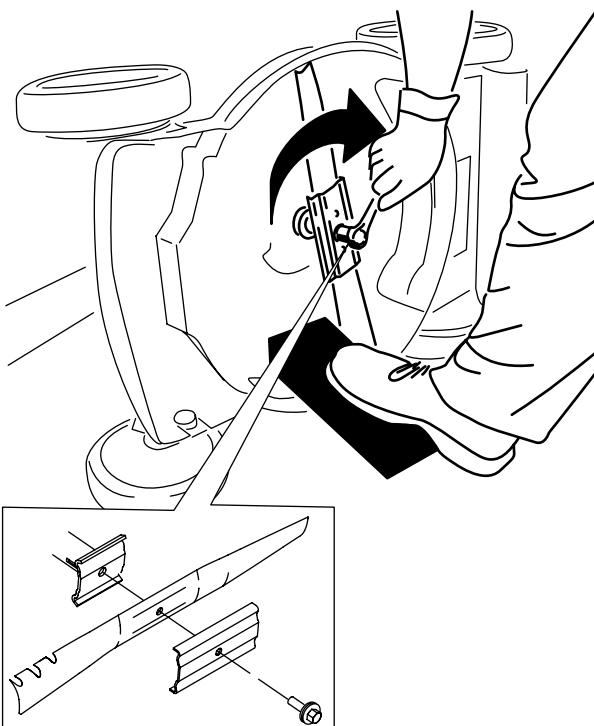

Рисунок 29
- Установите новый нож, закрепив все крепежные детали (Рисунок 29).